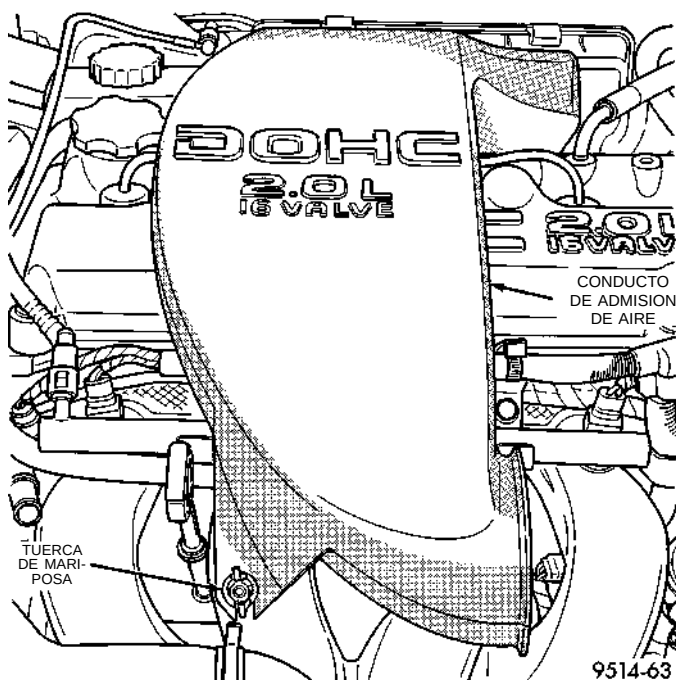

Fig. 96 Conducto de admisión de aire—DOHC
- (1) Retire del tubo múltiple de admisión la tuerca de mariposa y el conducto del tubo múltiple de admisión de aire. (Fig. 96).
- (2) Desconecte el conector eléctrico de los sensores de MAP/IAT sensor.